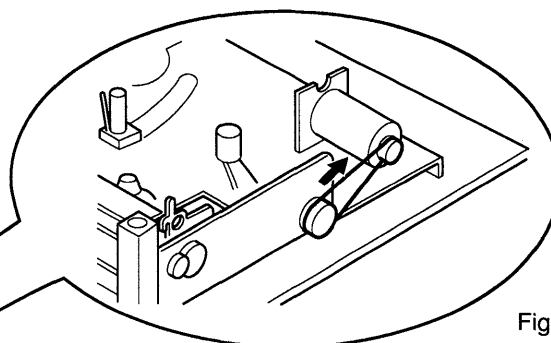
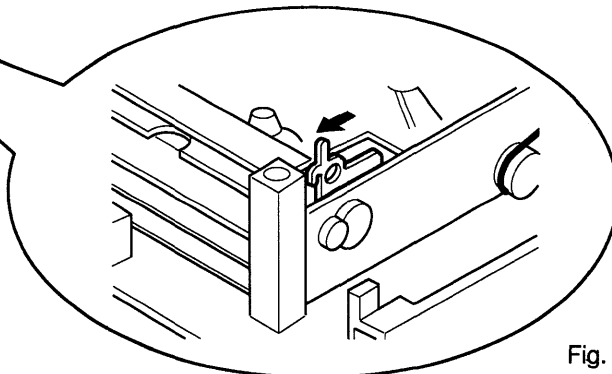

Fig. 2
Fig. 3
Gire a polia do motor de carregamento (loading motor) na direção indicada pela Fig. 2. Como ambas as alavancas ① e ② são travadas duas vezes, empurre as alavancas na direção indicada pela Fig. 3 para liberá-las. Empurre as alavancas na ordem ①, ②, ②, ①. Quando o compartimento estiver sendo abaixado, gire a polia até que o compartimento esteja apropriadamente no local sem permitir movimento para cima ou para baixo.